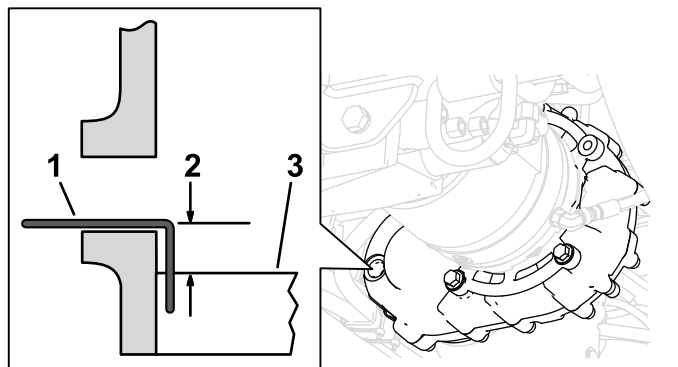

Figura 114
3. Compruebe que el nivel de aceite de la caja de engranajes está a 23 mm (29/32") por debajo de la parte inferior de la mirilla; utilice un clip doblado insertado en la mirilla, como se muestra en la Figura 114.